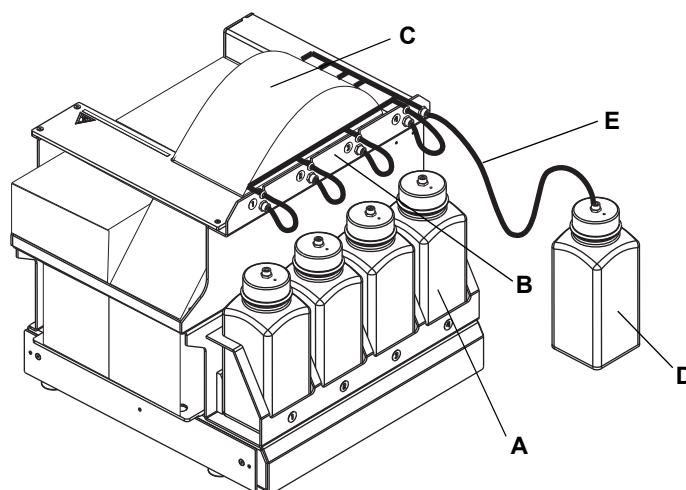

Fig. 7-20 Laveur en mode de maintenance
Retrait du châssis du sachet	Voir la section « Station de lavage avec sachet d'évacuation pour DiTi », Fig. 7-20
- ♦ À des fins de maintenance, le laveur de plaque peut être connecté d'une manière différente, comme illustré à la Fig. 7-20 , 7-32. Les tuyaux des bouteilles de lavage sont reconnectées au canal de distribution. Le liquide de lavage est fourni par une bouteille séparée. Cette disposition permet de rincer simultanément le laveur et le système de tuyaux.
- 1 Débranchez les tuyaux des bouteilles et connectez-les aux raccords du canal de distribution, comme illustré à la Fig. 7-20, Fig. 7-32.
- 2 Connectez une bouteille séparée (D) remplie d'un liquide de nettoyage approprié au raccord le plus à droite du canal de distribution.